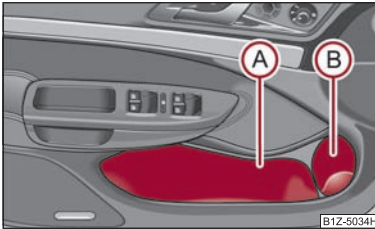

Fig. 95 Compartimentul de depozitare din ușile din față
Pentru a nu limita spațiul de desfacere a airbagului lateral, utilizați zona (A) ⇒ fig. 95 a compartimentului de depozitare numai pentru depozitarea obiectelor care nu ies în afară. ■